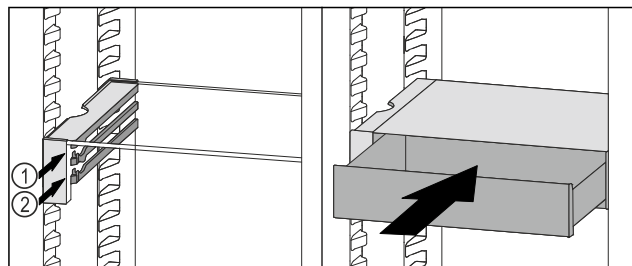

Fig. 204
- Posizionare il cassetto VarioSafe dietro i tappi sulla nervatura desiderata Fig. 204 (1) o Fig. 204 (2).